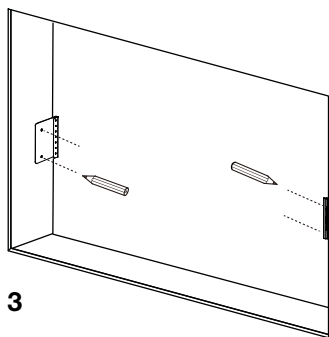

FIG. 3
- E. Marquez les trous pour le support de montage (FIG. 3).